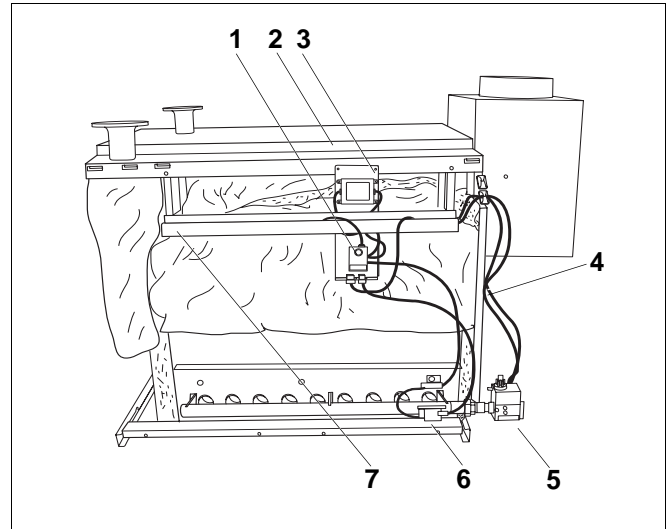

Fig. 67 Appareil de contrôle du brûleur G118 W
- Visser le support en tôle de l'appareil de contrôle du brûleur (fig. 67, **pos. 3**) avec deux vis Parker 3,9 x 9,5 aux capots latéraux de la chaudière (fig. 67, **pos. 2**).
- Effectuer les liaisons entre l'appareil de contrôle du brûleur (fig. 67, **pos. 1**) et la ligne gaz (fig. 67, **pos.5**) ou l'électrode d'allumage (fig. 67, **pos. 6**) et l'électrode de contrôle selon le schéma.
- Effectuer les liaisons entre l'appareil de contrôle du brûleur (fig. 67, **pos. 1**), la régulation et la régulation supplémentaire selon le schéma électrique.
- Faire passer les câbles allant de l'appareil de contrôle du brûleur (fig. 67, **pos. 1**) à la régulation par le chemin de câbles (fig. 67, **pos. 7**) et l'ouverture dans le capot avant de la chaudière.
- Les câbles entre la ligne gaz (fig. 67, **pos. 5**) et l'appareil de contrôle du brûleur (fig. 67, **pos. 1**) sont fixés par des colliers (fig. 67, **pos. 4**) sur la face arrière et passent par les chemins de câble (fig. 67, **pos. 7**).